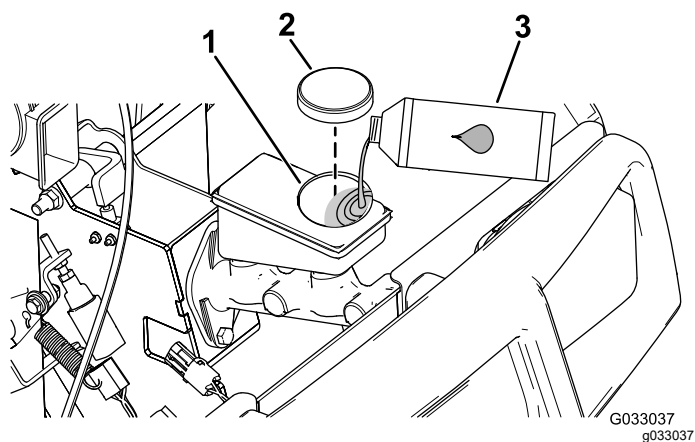

Figura 16
2. Eleve el capó para acceder al cilindro del freno principal y al depósito (Figura 16).
- A. Limpie la zona alrededor del tapón del depósito y retire el tapón (Figura 16).
- C. Coloque el tapón del depósito (Figura 16).